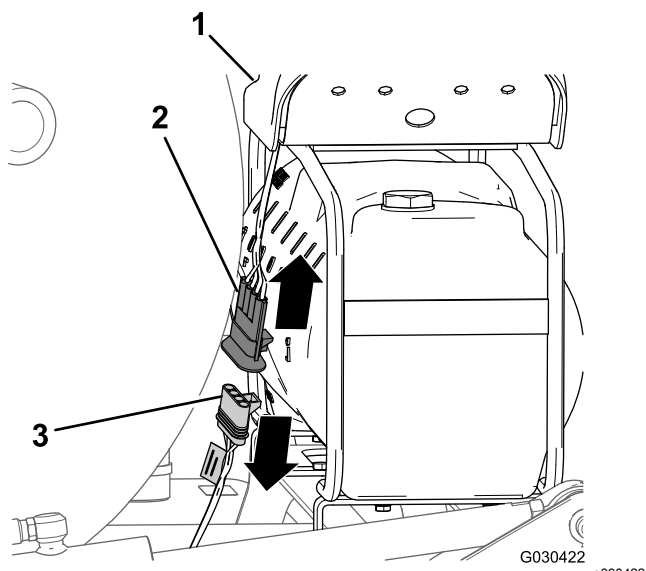

Figure 11
1. À l'arrière du réservoir du traceur à mousse, localisez le faisceau de câblage sur le compresseur (Figure 11).
2. Débranchez le connecteur à 4 broches du faisceau du compresseur du connecteur à 4 douilles du faisceau de câblage arrière de la machine (Figure 11).